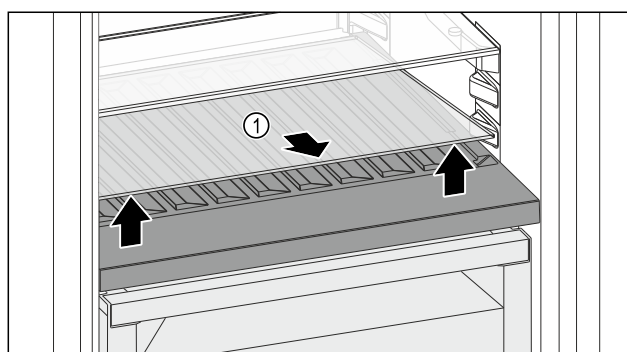

Fig. 92
- Sollevare il ripiano di vetro Fig. 92 (1) dall'incavo anteriore e rimuoverlo.
- Conservare il ripiano di vetro Fig. 92 (1) fuori dall'apparecchio in un luogo sicuro.